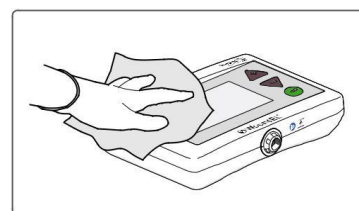

Figure 35. Essuyez l'appareil avec une lingette
1. Essuyez soigneusement l'appareil avec des lingettes imbibées de désinfectant ou des lingettes désinfectantes prêtes à l'emploi qui respectent les exigences mentionnées dans ce paragraphe, voir la figure 35. Faites particulièrement attention aux bords, aux recoins et aux ports de connexion.